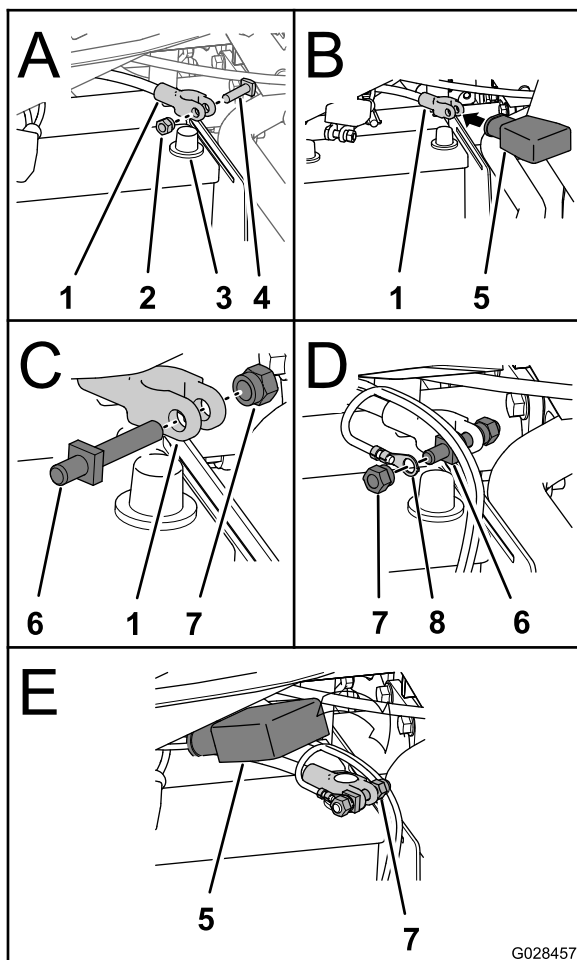

Figure 25
1. Retirez l'écrou et le boulon en T existants de la cosse du câble positif de la batterie (A de Figure 25).
2. Placez le capuchon de la borne rouge de la batterie sur le câble positif de la batterie (B de Figure 25).
3. Assemblez le boulon et 1 écrou de serrage neufs sur la cosse du câble positif de la batterie (C de Figure 25).
4. Placez la cosse du fil de batterie provenant du faisceau du pulvérisateur sur le boulon de la cosse et fixez la cosse avec 1 écrou de serrage neuf (D de Figure 25).
6. Branchez la cosse négative de la batterie à la borne négative de la batterie (E de Figure 25), serrez l'écrou de serrage à un couple de 1 978 à 2 542 N-cm.